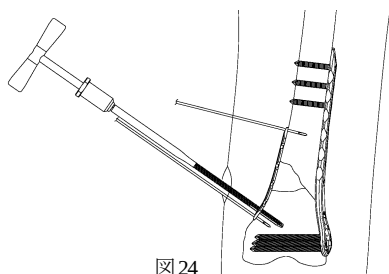

図 24
- 5) 骨質が硬い場合は、後端に T ハンドルを接続した 5.0 ロッキングスクリュータップにてプレタップを行います。(図 24)